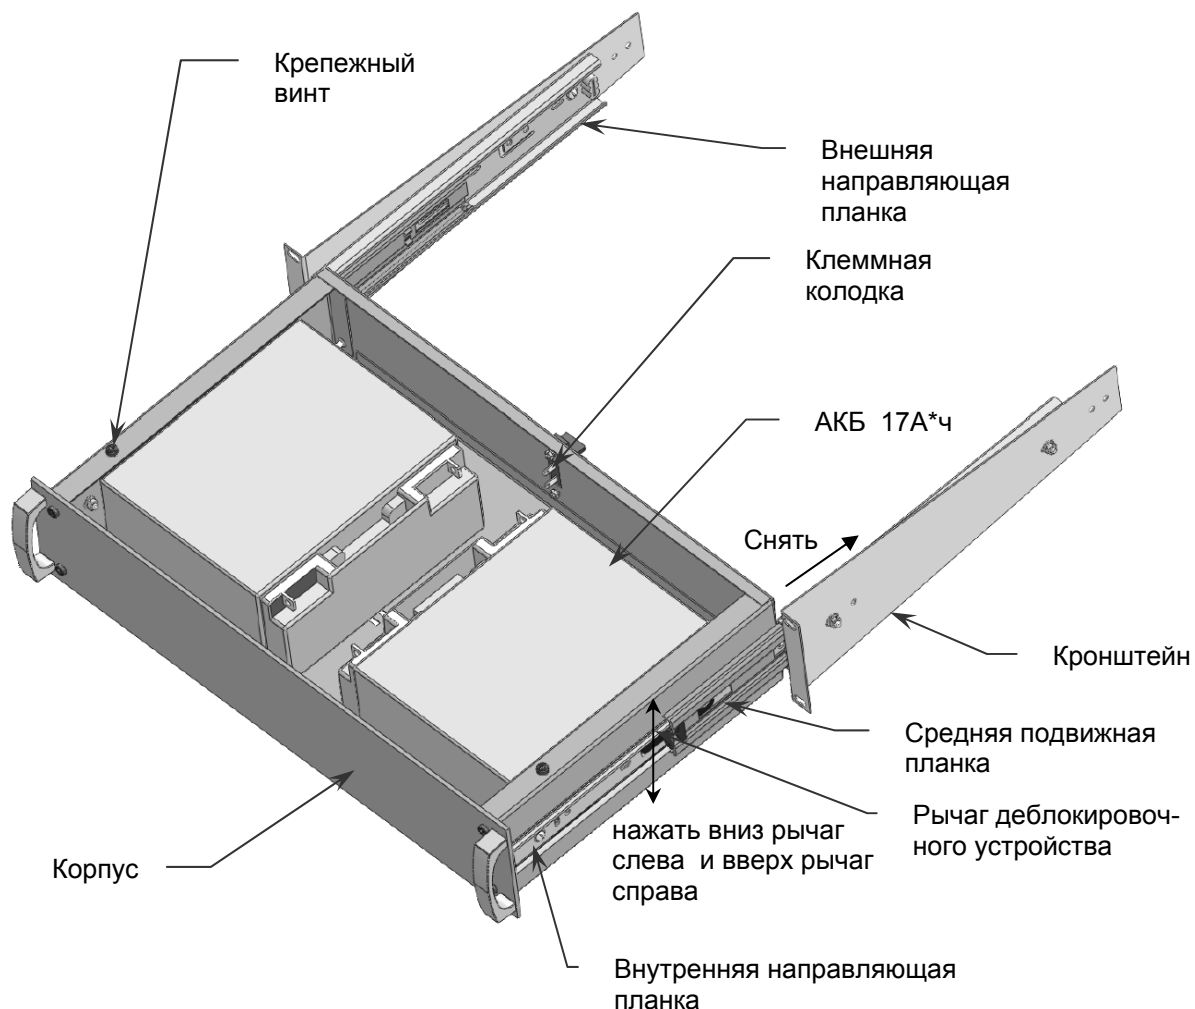

Рисунок 1 Общий вид отсека со снятой крышкой и установленными АКБ
1. Нажать на деблокировочные рычаги (см. рисунок 1) и снять средние и внешние планки направляющих с кронштейнами.